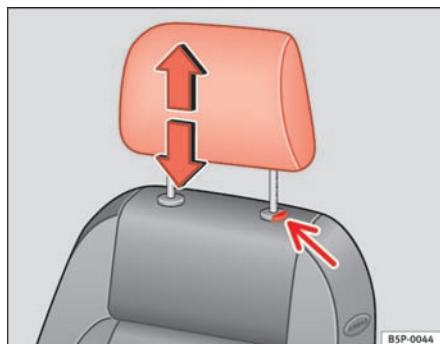

Fig. 66 Indstilling eller afmontering af hovedstøtte
- Tryk på knappen ⇒ fig. 66 (pil).